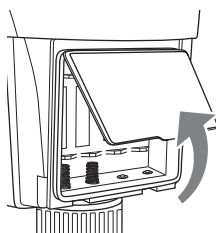

Fig. 2
- ♦ Levante la pestaña y retire la tapa del compartimento para pilas **10** (consulte la fig. 2).